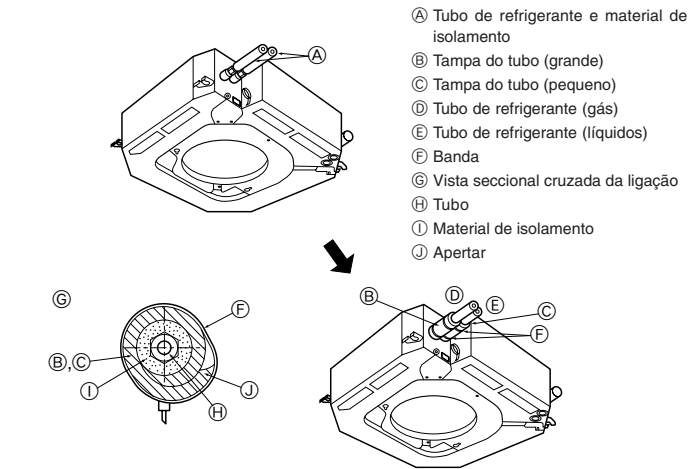

Fig. 3-3
3.3. Unidade interior (Fig. 3-3)